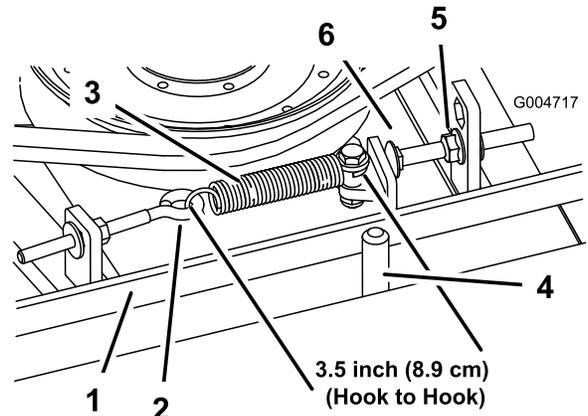

Figura 65
de 8,9 cm ± 6,3 mm aproximadamente (medida interior). Una vez que haya obtenido la tensión correcta del muelle, ajuste el perno de tope (perno de cuello cuadrado) hasta que quede aproximadamente 0,32 cm ± 0,152 cm de holgura entre la cabeza del perno y el brazo tensor (Figura 65).
**Nota:** Asegúrese de que la correa está colocada en el lado del muelle de la guía de la correa (Figura 65).
3. Afloje el perno de ojal para poder retirar el muelle de extensión (Figura 65).
**Nota:** Desenrosque la tuerca lo suficiente para permitir que el brazo tensor pase por el perno de tope (Figura 65). Aleje la polea tensora de la correa para aliviar la tensión de la correa.
- Conecte el muelle de extensión (Figura 65) al perno de ojal y tense la correa de la siguiente manera: